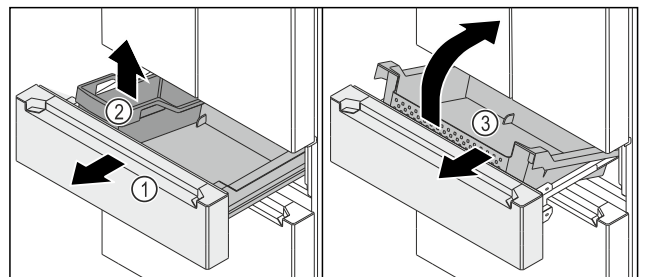

Fig. 141
- Uittrek wagen Fig. 141 (1) tot aan aanslag er uit trekken.
- FlexBox Fig. 141 (2) verwijderen.
- Bak Fig. 141 (3) aan de voorkant iets optillen.
- Bak Fig. 141 (3) schuin naar voren wegnemen.